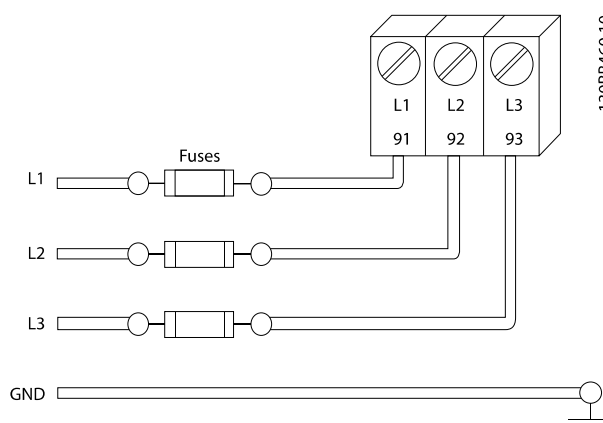

Ilustración 3.5 Fusibles
- Todos los convertidores de frecuencia deben contar con protección contra cortocircuitos y sobrecorriente. Se necesitan fusibles de entrada para proporcionar esta protección. Véase la Ilustración 3.5. Los fusibles deben ser suministrados por el instalador como parte de la instalación. Véanse los valores nominales máximos de los fusibles en 9.1.2 Cumplimiento de la normativa CE.